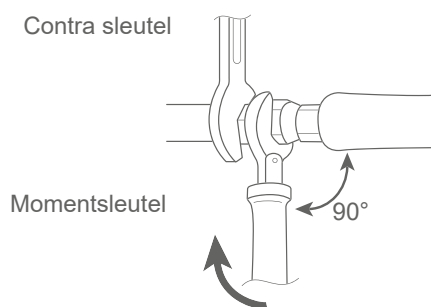

fig. 29 - Aanhaalmoment
- Let op de aangegeven aanhaalmomenten (fig. 29, pagina 25). Als deze te strak zit, kan de aansluiting na lange tijd breken en kan er koudemiddel lekken.
- Breng de 2 originele doppen weer aan (zorg ervoor dat ze schoon zijn) en haal ze aan met het in tabel aangegeven aanhaalmoment fig. 29, pagina 25. De afdichting in de doppen is van metaal op metaal gemaakt.